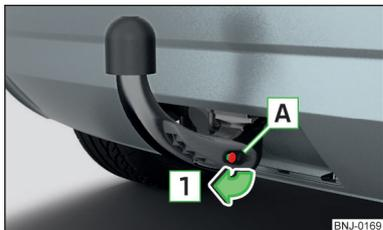

Fig. 137
- Enlevez le cache **A** du verrou dans le sens de la flèche **1** » fig. 137.